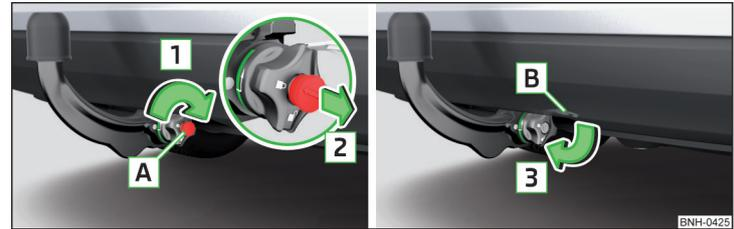

Fig. 140 Bloquear la cerradura y retirar la llave/ Introducir la tapa en la cerradura
- Gire la llave **A** en el sentido de la flecha **1** de manera, que la flecha en la llave muestra hacia el símbolo  » fig. 140.